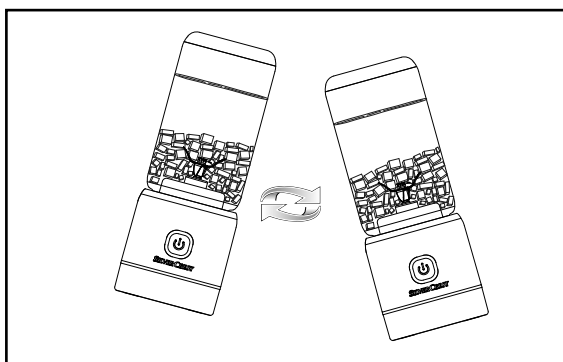

Abb. 1
- 4) Damit sich die Zutaten besser verteilen, können Sie das Gerät bewegen, während es die Lebensmittel zerkleinert. Halten Sie das Gerät hierzu in der Hand und führen Sie damit schwenkende Hin- und Her-Bewegungen aus (siehe Abb. 1). Achten Sie darauf, dass sich der Mixbecher ④ nicht vom Motorblock ⑨ löst.
- ❗ **Hinweis:** Wenn das Kreuzmesser ❸ blockiert ist, leuchtet die Indikationsleuchte ❷ abwechselnd 5 Mal rot und 5 Mal weiß. Lösen Sie die festsitzen- den Teile vorsichtig unter Verwendung z. B. einer Gabel und starten dann einen neuen Zyklus. Die Indikationsleuchte ❷ leuchtet wieder weiß.
- 6) Wenn Sie den Zerkleinerungsvorgang vorzeitig abbrechen wollen, drücken Sie den Ein-/Aus-Druckschalter ❷ 1 Mal. Das Gerät hört sofort auf zu arbeiten.
- 7) Wenn der Zerkleinerungsvorgang beendet ist, halten Sie das Gerät so, dass die Öffnung des Mixbechers ❹ nach oben und das Kreuzmesser ❸ am Motorblock ❶ nach unten zeigt. Schrauben Sie den Motorblock ❶ ab, indem Sie ihn gegen den Uhrzeigersinn drehen.
- 8) Den Mixbecher ❹ können Sie auch als Trinkbecher verwenden. Zum Transport oder zur Lagerung im Kühlschrank verwenden Sie den mitgelieferten Deckel ❶.